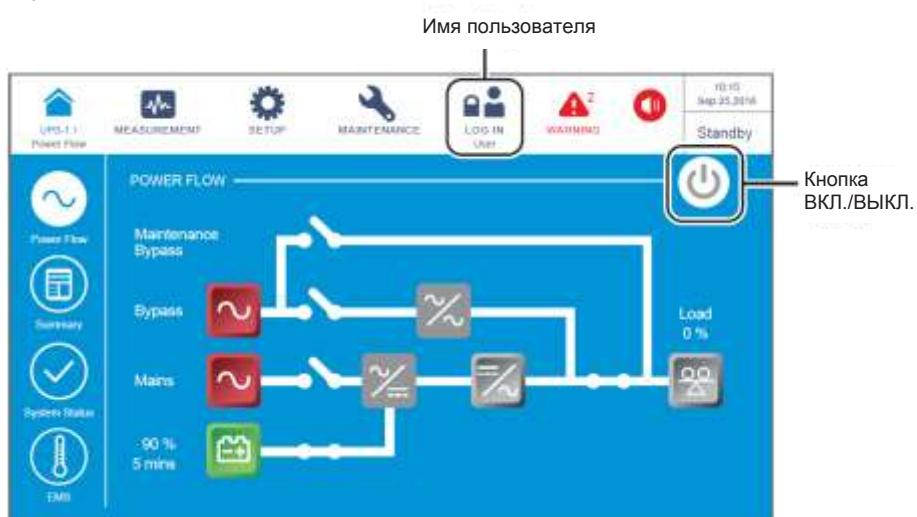

Рисунок 6-7: Главный экран: расположение кнопок имени пользователя и ВКЛ./ВЫКЛ.
- 6) После 20 секунд инициализации ЖК-дисплея произойдет переход на главный экран, как показано на **Рисунок 6-7**, а трехцветный светодиодный индикатор загорится желтым. Расположение трехцветного светодиодного индикатора см. на **Рисунке 2-11**.